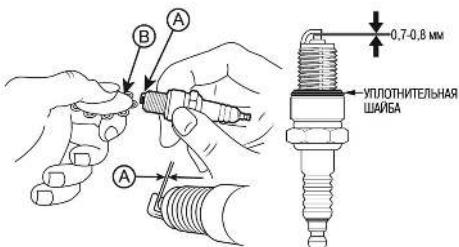

Рис. 27 Проверка межэлектродного зазора
- Измерьте зазор А между электродами свечи зажигания специальным щупом В. Зазор должен быть $0,7\text{--}0,8$ мм (Рис. 27). При увеличении или уменьшении требуемого зазора, рекомендуется заменить свечу, так как регулировка зазора может привести к изменению качества искрообразования.